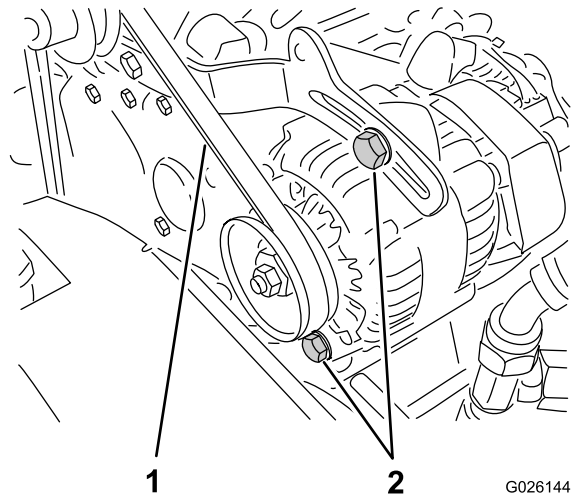

Figure 62
2. Contrôlez la tension de la courroie en exerçant une force de 10 kg sur le brin à mi-chemin entre les poulies d'alternateur et de vilebrequin (Figure 62).
- A. Desserrez les 2 boulons de fixation de l'alternateur (Figure 62).
B. A l'aide d'un levier, tournez l'alternateur jusqu'à ce que la tension de la courroie soit correcte, puis resserrez les boulons de fixation (Figure 62).